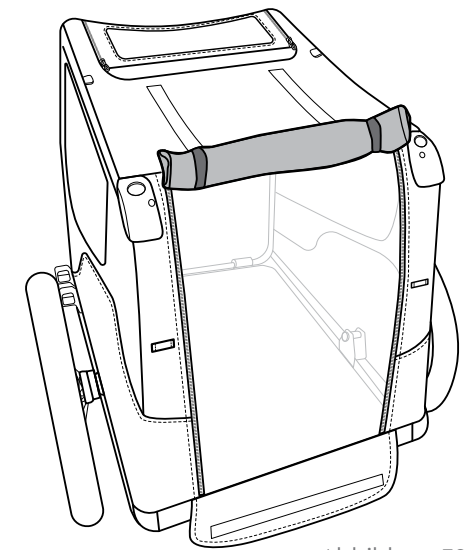

Abbildung 32
4. Das Netzfenster der Hecktür kann aufgerollt und gesichert werden, indem die Aufhängehaken an der Stelle ③ in die reflektierenden Schlaufen eingesetzt werden (Abbildung 32).